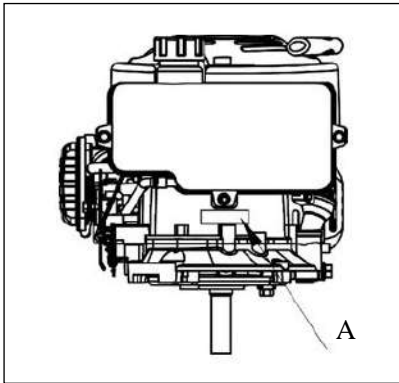

Fig. 15
13.1 LOCALIZACION DEL NUMERO DE SERIE (Vea Fig. 15)